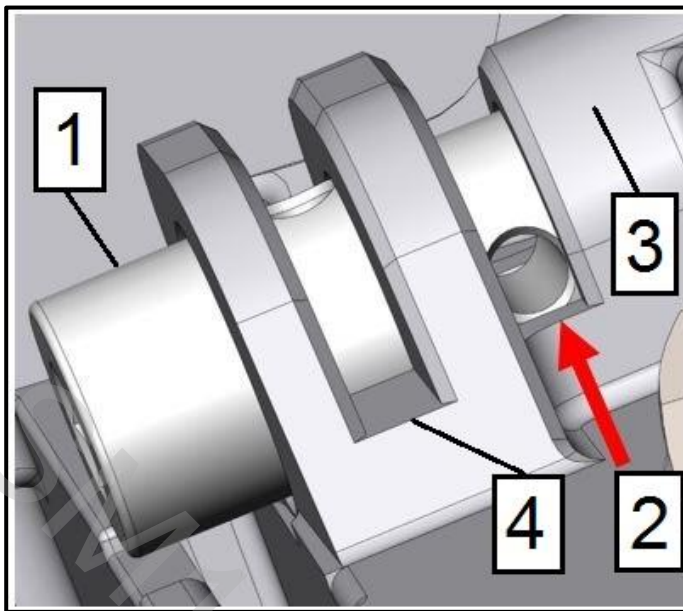

Рис. 17
4. Поверните регулировочный винт (поз. 1, рис. 17) против часовой стрелки (в противоположную сторону) на угол 90° . Убедитесь в совмещении соседнего отверстия (по отношению к полученному в п. 3) в регулировочном винте и соседней прорези (по отношению к полученной в п. 3) в корпусе (поз. 3, рис. 17). Это уменьшит натяжение цепи, что в достаточной степени позволит предотвратить ее преждевременное растяжение. Согласно п. 3, первое по ходу движения отверстие и первая по ходу движения прорезь.